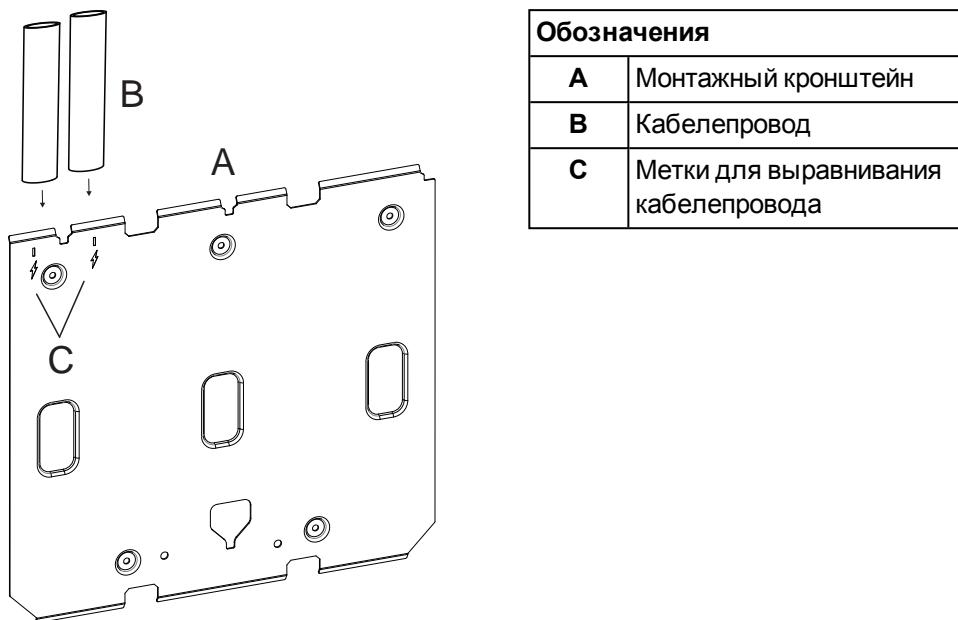

Рис. 4-6: Выравнивание монтажного кронштейна по кабелепроводу
1. Разместите монтажный кронштейн (A) так, чтобы выровнять кабелепровод (B) горизонтально по установочным меткам (C) (Рис. 4-6).